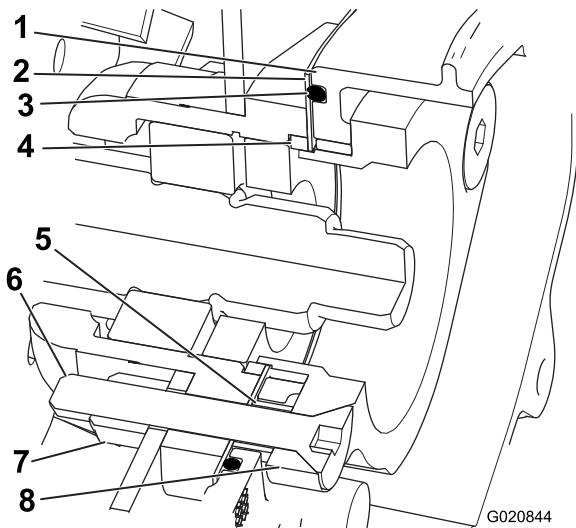

图8
7. 将适配器卡环插入滚刀轴承壳体 (图6 和图8)。
8. 将 2 个平头螺丝 ($\frac{3}{8} \times 2$ 英寸) 插入并穿过轴承适配器，并将隔片放到螺丝的尾部 (图6 和图8)。
- 滑动轴承适配器，使其穿过铜衬套，然后将螺丝穿过疏草刀壳体总成内的槽（图6 和图8）。
- 上紧锁紧螺母扭矩至 31~37N·m（图6 和图8）。